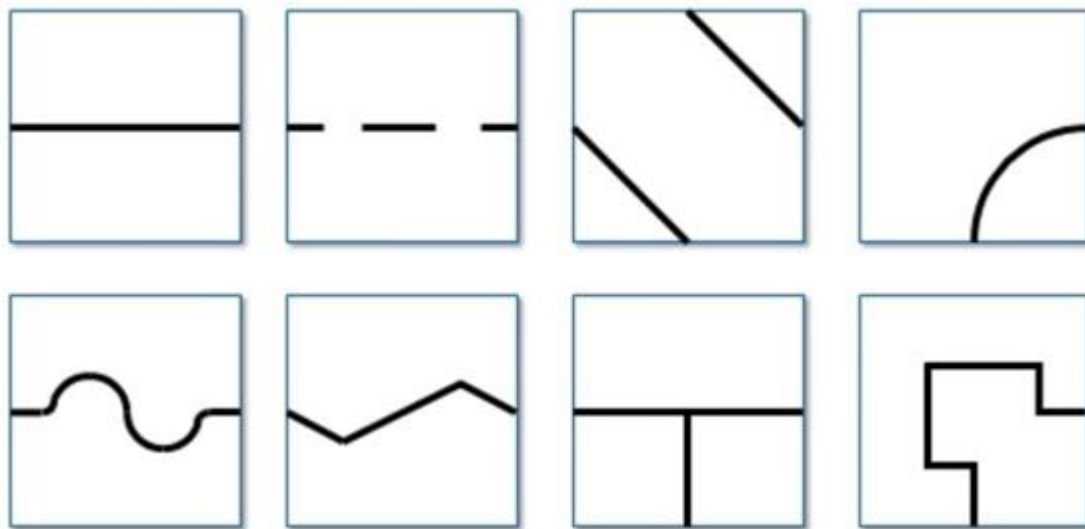

Рис.2. Примеры траекторий на клетках.
2.3.1. Чёрная линия, 1-2 см шириной, может быть проложена стандартной электроизоляционной лентой (изолентой), напечатана на бумаге или на других материалах. Чёрная линия образует траекторию на полу. (Разметка, представленная на рис.2, служит только для справки, и участники соревнований должны быть готовы к дублированию, добавлению или удалению некоторых фрагментов).